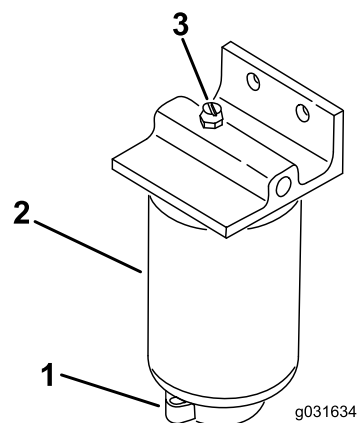

Figura 51
2. Afloje la válvula de vaciado en la parte inferior del filtro (Figura 51).
1. Limpie la zona de montaje del filtro (Figura 51).